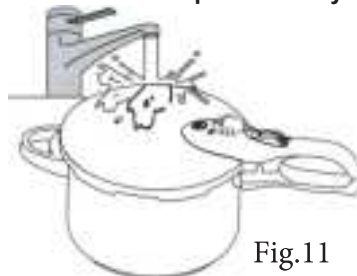

Fig.11
- Po zakończeniu gotowania otwórz pokrywkę w rękawiczkach, aby uniknąć poparzenia. (rys. 11)
Umieść szybkowar w zlewie. Włącz zimną wodę i pozwól jej spłynąć na pokrywkę, podczas gdy zawór bezpieczeństwa opadnie (rys. 11, otwieranie pokrywki przebiega tak samo, jak powyżej).